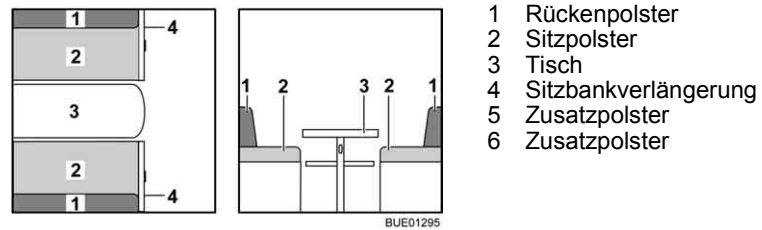

Bild 122 Vor dem Umbau
- Tisch (Bild 122,3) vergrößern und zum Bettunterbau umbauen (siehe Abschnitt 6.11).